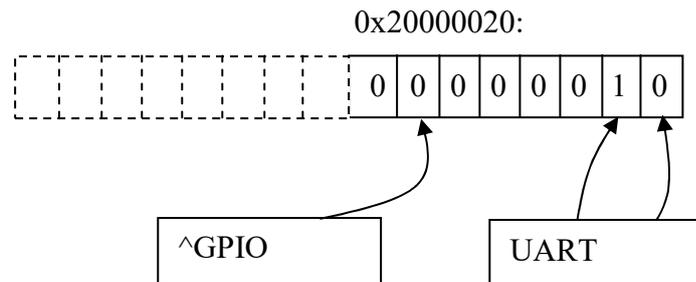

Figura 3. O registrador IRQ_Status
- IRQ Status: o registrador que contém o estado atual das requisições em hardware dos periféricos ou registradores de periférico. Importante: este registrador é alterado via hardware por requisições de periféricos; pode e deve ser lido através das instruções assembly (software) pelo seu endereço. O periférico que solicita uma interrupção durante a operação do circuito escreve no registrador, em posição pré-definida em hardware. A Figura 3 ilustra como o registrador IRQ_Status, de endereço 0x20000020 (os 8 bits menos significativos), está conectado aos periféricos. Neste pequeno exemplo, o registrador apresenta a situação em que apenas o periférico UART faz a solicitação, para escrita apenas (pelo segundo bit, UartWriteBusy, no caso da Tabela 2). Uma ISR correspondente a estes periférico/tarefa tratará deste caso.